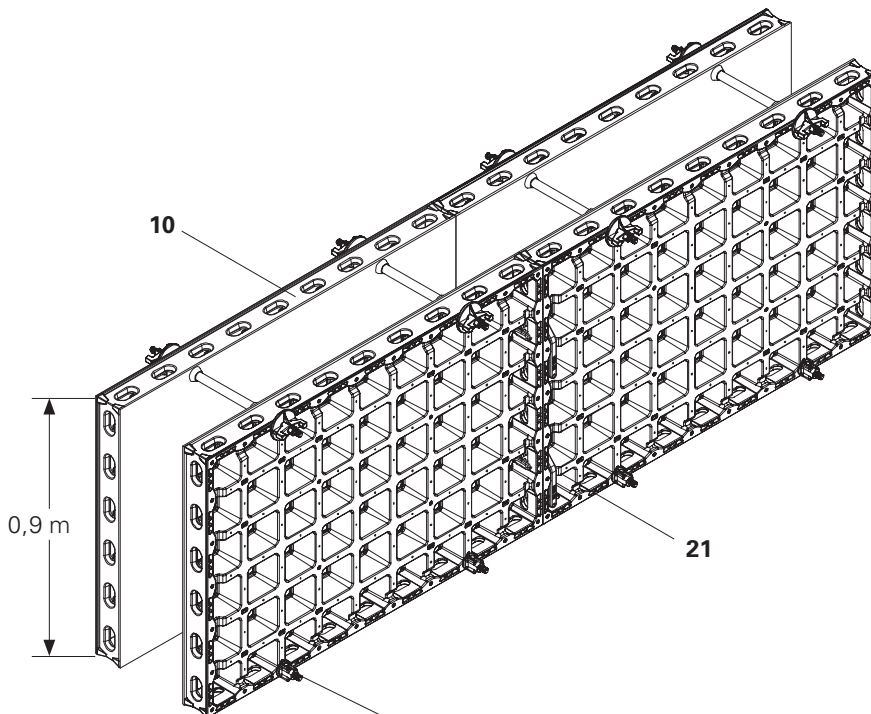

Fig. B11.01
Utiliser un écrou 3 oreilles DW 15 (53) pour que l'écrou et le support ne se chevauchent pas au niveau du point d'ancrage inférieur. (Fig. B11.01 + B11.01a)